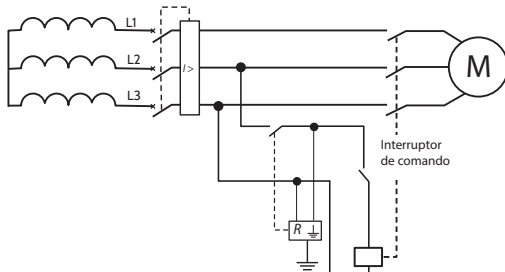

Figura 15 Método d2b) Circuito de Control, sin transformador, conectado entre dos conductores de línea de una alimentación no puesta a tierra
- b) recibiendo alimentación entre dos conductores de línea, consulte la Figura 15.
Nota 6 En la Figura 15 no se muestra ningún dispositivo de protección necesario para el circuito de potencia ni para el circuito de control, cuyas disposiciones se establecen en 6.3 y 7.2